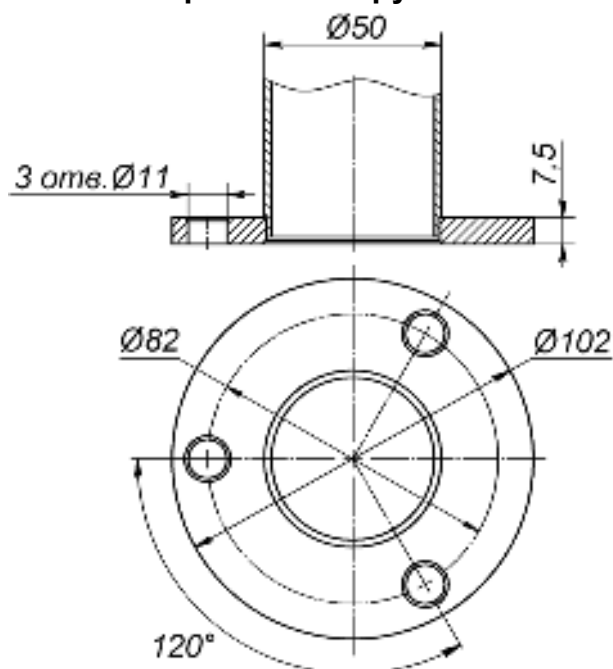

Рисунок 11. Расположение отверстий под анкерные болты во фланцах стоек
3. Поставьте первую стойку в необходимом месте на установочную поверхность таким образом, чтобы расположение патрубков соответствовало необходимому расположению поручней. Придерживая стойку, разметьте через отверстия для анкерных болтов во фланце (см. рис. 11) расположение трех отверстий под анкера на установочной поверхности. Положите стойку.
2. От центров разметьте точки крепления фланцев вертикальной и опорной стоек секции ограждения к установочной поверхности, как показано на рис. 11 и 13 – две группы по три отверстия Ø16×65 под анкеры.
2. От центров разметьте точки крепления фланцев стоек секции ограждения, как показано на рис. 11 и 13 – две группы по три отверстия Ø16×70 под анкеры.